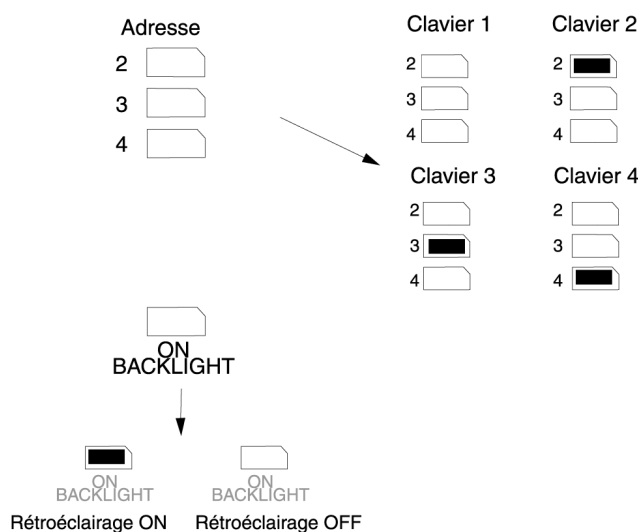

Figure 6. Adressage des claviers et activation du rétroéclairage
La centrale est fournie avec un seul clavier déporté. Dans le cas où plusieurs claviers sont installés, il est nécessaire d'attribuer une "adresse" différente à chacun. Les cavaliers LK2 à LK4 présents sur le circuit imprimé principal du clavier définissent son adressage (se reporter à la figure 6 ci-dessous).
En sortie d'usine, la centrale est paramétrée avec la fonction "Rétroéclairage clavier" activée (ON). Afin d'inhiber ce rétroéclairage, retirer le cavalier de la position "ON BACKLIGHT" ("Rétroéclairage ON") comme l'illustre la figure 6.